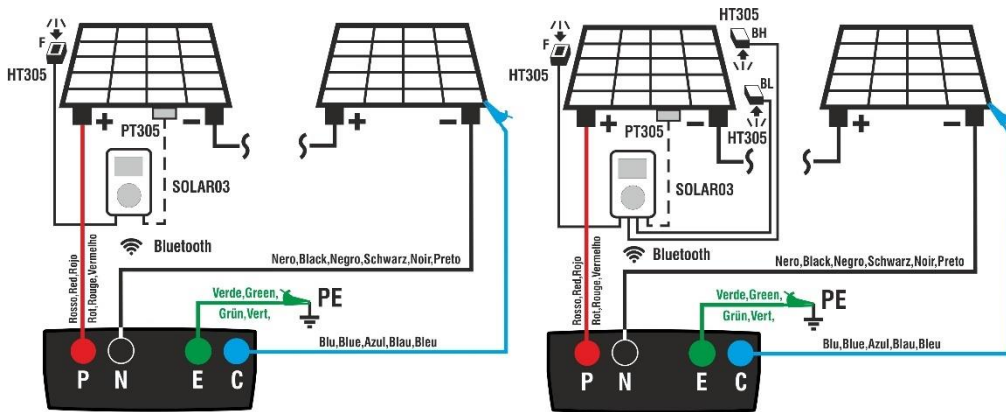

Fig. 12: Conexión con SOLAR03 en conexión directa sobre módulos Mono/Bifaciales
2. Conecte el instrumento al módulo/string en pruebas y eventualmente al nodo principal de tierra de la instalación y a las masas metálicas puestas a tierra como se muestra en Fig. 12. En particular:
- **En el caso de módulos Bifaciales** → posicione las **3 células de referencia HT305** sobre el plano frontal del módulo (**F**), sobre la parte superior trasera (**BH=BackHigh**) y sobre la parte inferior trasera (**BL=BackLow**) del módulo. Conecte la célula de referencia frontal (F) en la entrada "INP1", la célula de referencia BH en la entrada "INP2", la célula de referencia BL en la entrada "INP3" y **eventualmente** la sonda de temperatura **PT305** en la entrada "INP4" de la unidad remota. De acuerdo con la norma IEC/EN60904-1-2, el instrumento calcula el valor de irradiancia frontal equivalente (Irr_{eq}) que corresponde a la irradiancia en el plano frontal produciendo los mismos efectos que la irradiancia detectada en ambas caras teniendo en cuenta el coeficiente de bifacialidad (φ) del módulo según la siguiente relación: